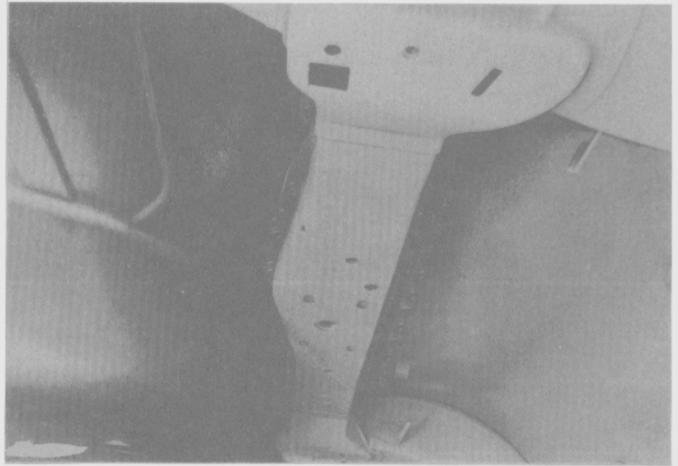

Fig. 304
- Soldar el panel del piso, por pudelado, al larguero izquierdo (Fig. 304).